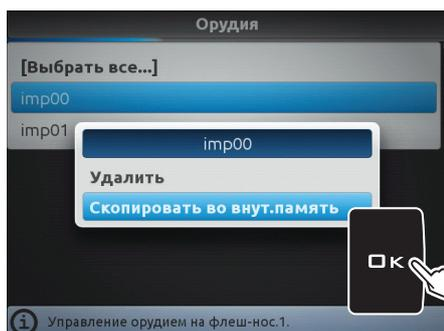

Рис. 265
- Выберите пункт **Скопировать во внут.память** (Рис. 265) и нажмите на **OK**.